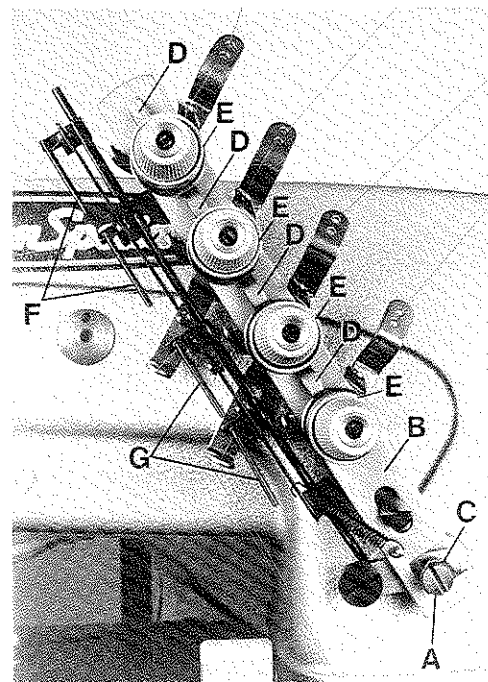

Fig. 31
Loosen screw (A, Fig. 31) and set the tension release bar (B) by turning eccentric (C) so that the separators (D) are as close as possible to the tension discs (E) without touching them. Retighten screw.
The thread pull-off hooks (F, Fig. 31) for the needle threads control the length of the needle thread tails on garment after trimming. The higher the hooks are set, the shorter the needle thread tails will be.
Set the thread pull-off hooks (G, Fig. 31) for the looper threads so that the right hooks barely contact the looper threads without deflecting them. After trimming the looper thread tails should be clamped securely by the leaf springs of "KLIPP-IT" thread trimmer.
Lösen Sie die Schraube (A, Fig. 31) und stellen Sie die Spannungs-Auslöseleiste (B) durch Drehen des Exzenters (C) so, daß die Öffner (D) so dicht wie möglich an den Fadenspannungsscheiben (E) stehen, ohne diese zu berühren. Ziehen Sie die Schraube wieder an.
Die Fadenabzugshaken (F, Fig. 31) für die Nadelfäden regeln die Länge der Nadelfadenenden am Nähgut nach dem Abschneiden. Je höher die Haken gestellt werden umso kürzer werden die Nadelfadenenden.
Stellen Sie die Fadenabzugshaken (G, Fig. 31) für die Greiferfäden so, daß die rechten Haken die Greiferfäden gerade berühren ohne sie abzulenken. Nach dem Abschneiden müssen die Greiferfadenenden von den Blattfedern des "KLIPPAB" Fadenabschneiders sicher festgeklammert werden.